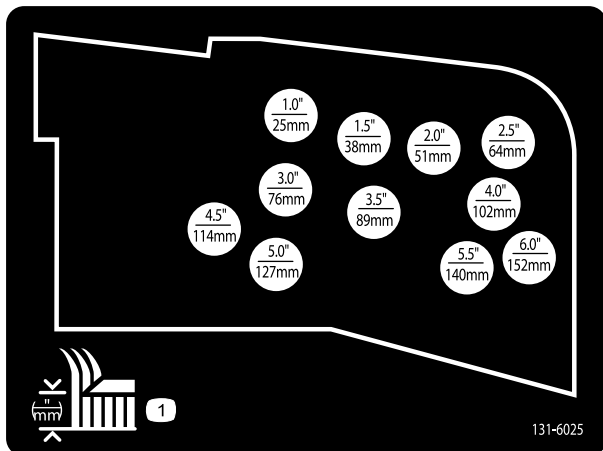

Bild 21
10. Montieren Sie die Schnitthöhenketten im gewünschten Schnitthöhenloch und befestigen sie mit dem Splint und dem Lastösenbolzen (Bild 21).